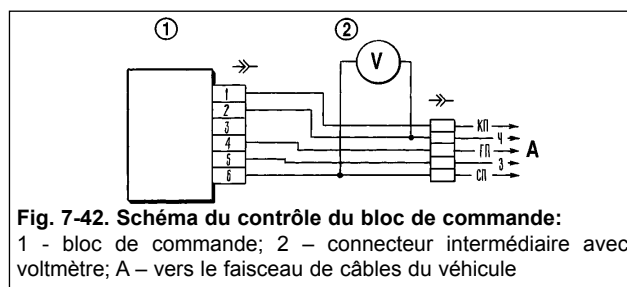

Fig. 7-42. Schéma du contrôle du bloc de commande:
- brancher le voltmètre au bloc de commande à l'aide d'un connecteur intermédiaire spécial 2 (fig. 7-42);